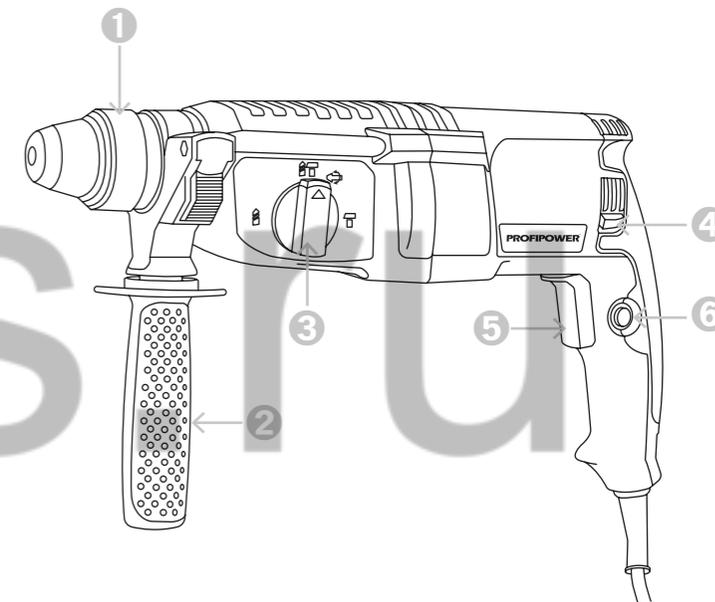

Рисунок 1.1. Устройство инструмента
ВНИМАНИЕ! Пользуйтесь электроинструментом только с дополнительной рукояткой «3» (рисунок 1.1.). Дополнительную рукоятку «3» можно повернуть в любое положение для удобства контроля инструмента и безопасной работы.
- 1 Для включения электроинструмента нажмите триггерный выключатель «б» (рисунок 1.1.) и держите его нажатым.
ВНИМАНИЕ! Перед работой всегда проверяйте направление вращения. Пользуйтесь переключателем «5» только после полной остановки инструмента, чтобы избежать его повреждения. Для ударного сверления и для долбления всегда устанавливайте правое направление вращения. Направления вращения патрона можно изменять с помощью переключателя «5», при отпущенной клавише выключателя «б» (рисунок 1.1.). Для вращения вправо прижмите переключатель направления вращения «5» вниз до упора. Для вращения влево прижмите переключатель направления вращения «5» вправо до упора.
ВНИМАНИЕ! Изменяйте режим работы только при выключенном электроинструменте! В противном случае электроинструмент может быть поврежден. Перфоратор имеет три режима: сверление без удара, сверление с ударом, долбление. Переключателем режимов «4» (рисунок 1.1.) выберите режим работы электроинструмента в соответствии с Таблицей 4.
Вы можете плавно регулировать число оборотов и ударов включенного электроинструмента, сильнее или слабее нажимая на выключатель «б» (рисунок 1.1.). Легким нажатием на выключатель «б» инструмент включается на низкое число оборотов и низкое число ударов. С увеличением силы нажатия число оборотов и ударов увеличивается.